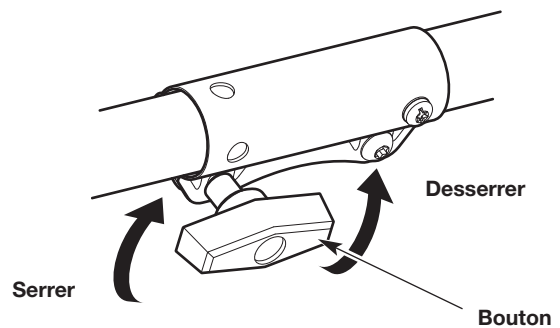

Fig. 3
3. Tournez le bouton dans le sens contraire des aiguilles d'une montre pour desserrer le coupleur (Fig. 3).
6. Tournez le bouton dans le sens contraire des aiguilles d'une montre pour serrer le coupleur (Fig. 3).
2. Tournez le bouton dans le sens contraire des aiguilles d'une montre pour desserrer le coupleur (Fig. 3).